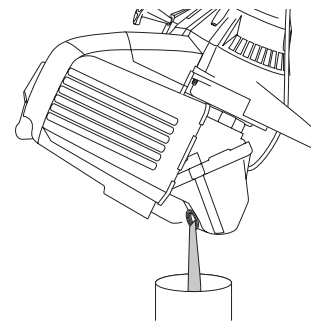

Fig. 17
REMARQUE: Assurez-vous que le joint torique est mis sur le bouchon de remplissage / jauge d'huile au moment de la vérification et du changement d'huile (Fig. 17).
4. Versez l'huile de l'orifice de remplissage dans un récipient en inclinant l'appareil à la verticale (Fig. 17). Allouez assez de temps pour une vidange complète.